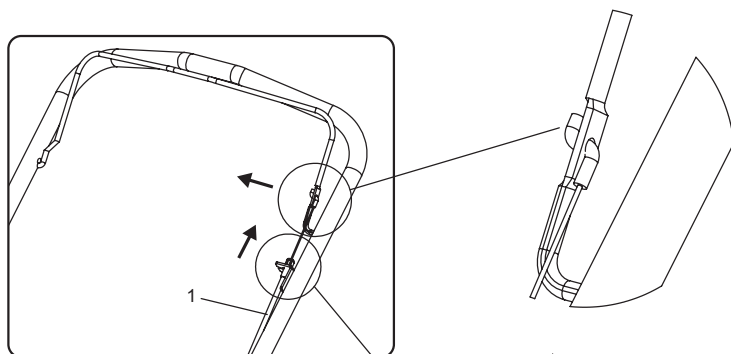

Figure 2-4
Si la ligne d'embrayage (1) se détache lorsque vous recevez l'article, vous devez la faire passer dans le trou de fixation de la ligne d'embrayage. Insérez la tête d'embrayage dans le trou de fixation de la poignée d'accélérateur de l'extérieur vers l'intérieur. (voir Figure 2-4)